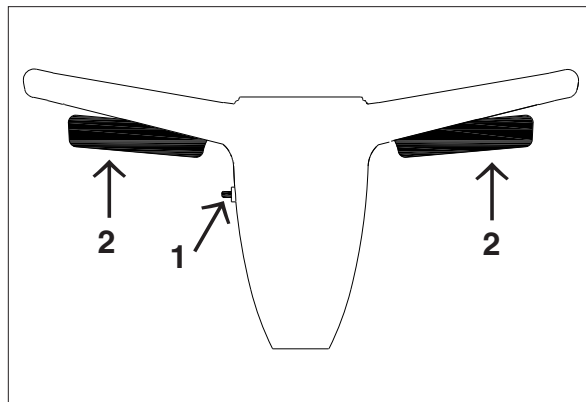

Figure 3
L'interrupteur marche/arrêt est activé par le verrou de sécurité (1) et les leviers (2) situés sous les manchons de la poignée. Voir figure 3.
3. Enfoncer le bouton du verrouillage de sécurité (1) et presser un des leviers (2). Voir figure 3.